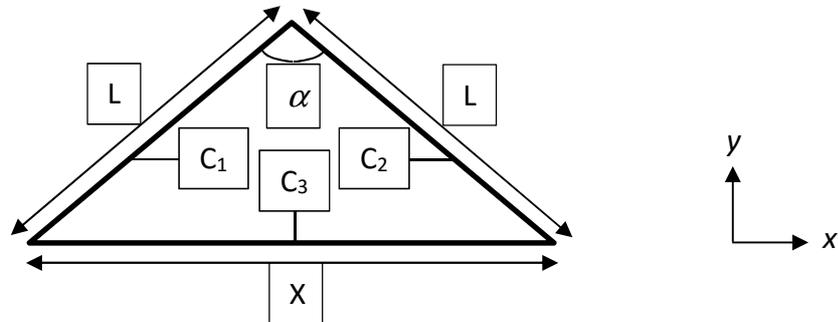
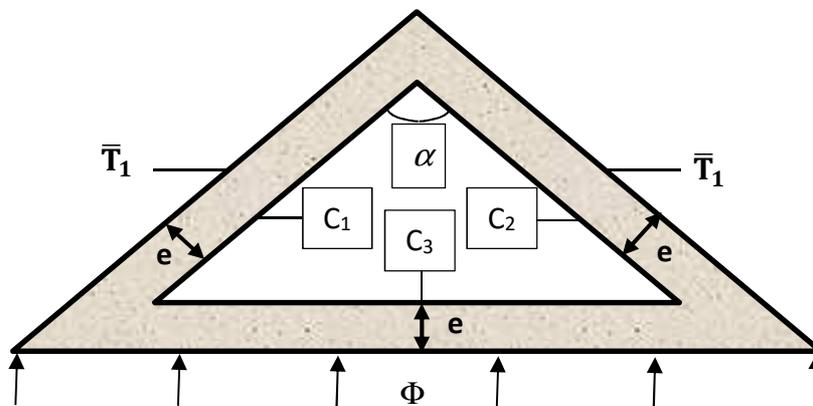

Figure 1 – Cavité radiative délimitée par un triangle isocèle
Figure 2 – Cavité radiative délimitée par un triangle isocèle et entourée de matière
On considère une cavité délimitée par un triangle isocèle situé dans le plan  $(x,y)$  (Figure 1). Les deux côtés égaux, de longueur  $L$ , forme un angle  $\alpha$ . La longueur  $X$  de la base du triangle se déduit facilement de  $L$  et  $\alpha$ . Chaque côté du triangle (labellisé  $C_1$ ,  $C_2$  et  $C_3$  sur la figure) rayonne thermiquement au sein de la cavité avec une émissivité  $\varepsilon$ .
On note  $T_1$ ,  $T_2$  et  $T_3$  les températures des côtés  $C_1$ ,  $C_2$  et  $C_3$ . Compte tenu de la symétrie du problème décrit par la Figure 1, on supposera que :  $T_1=T_2$ .
**Q13) (1.5 point)** Donner les trois équations qui gèrent les transferts radiatifs entre les trois côtés de la cavité triangulaire de la Figure 1. On se servira des valeurs des facteurs de forme calculées dans les questions précédentes pour écrire ces trois équations uniquement en fonction de l'émissivité  $\varepsilon$  ; des flux ( $W/m^2$ ) perdus par les trois côtés  $\frac{Q_1}{A_1}$ ,  $\frac{Q_2}{A_2}$  et  $\frac{Q_3}{A_3}$  ; de l'angle  $\alpha$  ; de la constante de Stefan-Boltzmann  $\sigma$  et enfin des températures  $T_1$  et  $T_3$  des côtés 1 et 3. Les trois équations demandées seront respectivement identifiées par les notations (C1), (C2) et (C3).
On associe désormais à la cavité radiative de la Figure 1 une tranche de matière d'épaisseur  $e$  entourant cette cavité (Figure 2). Le matériau solide constituant la tranche de matière possède une conductivité  $k$ . Les côtés égaux du triangle isocèle externe ont une température imposée  $\bar{T}_1$  et la base est soumise à un flux de chaleur  $\Phi$ . Les températures  $T_1$ ,  $T_2$  et  $T_3$  seront relevées au centre de chaque côté interne.
**Q19) (1 point)** Un calcul éléments finis a été réalisé avec logiciel ANSYS afin de résoudre le problème thermique décrit par la Figure 2. Les données numériques utilisées sont :  $\alpha=80^\circ$ ,  $\bar{T}_1 = 293$  K,  $\varepsilon=0.5$ ,  $\Phi=10^4$  W/m2,  $e=10^{-2}$  m,  $k=50$  W/(m.K) et  $\sigma=5.67 \cdot 10^{-8}$  W/(m2 K4). Les résultats éléments finis obtenus pour différentes valeurs de  $L$  sont présentés dans le Tableau 1. Comparer et discuter ces résultats en effectuant une application numérique à l'aide des formules obtenues aux questions Q17) et Q18).